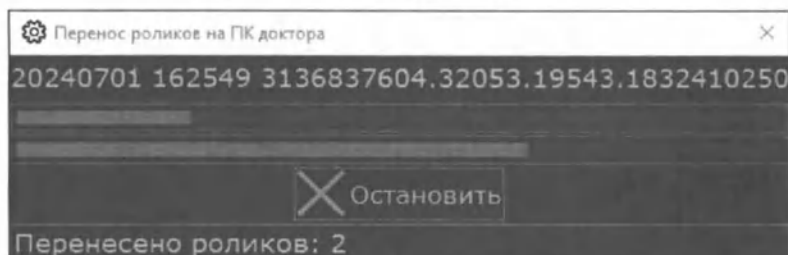

Рис. 83 Внешний вид информационного окна "Перенос роликов на ПК доктора"
- Появится окно прогресса передачи данных (Рис. 83 Внешний вид информационного окна "Перенос роликов на ПК доктора")